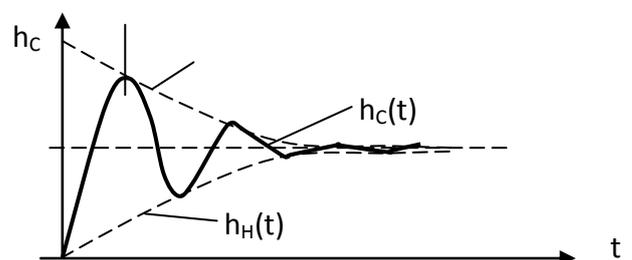

Рис. 4
сопротивление (рис.4).
Амплитуда колебаний со временем затухает за счет потери энергии в сопротивлении R . График переходной характеристики на рис. 4 заключён между верхней $h_B(t) = (1 + e^{-\delta t})$ и нижней $h_H(t) = (1 - e^{-\delta t})$ огибающими кривыми. Скорость затухания колебаний зависит от коэффициента затухания δ (13).